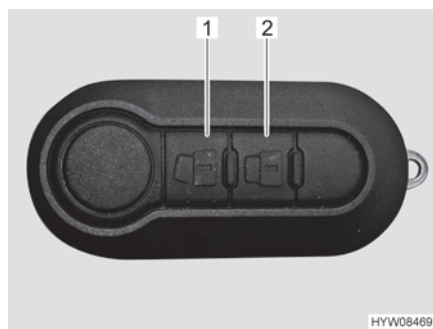

Fig. 32 Telecomando chiusura centralizzata (2 tasti)
- Premere una volta brevemente il tasto  (Fig. 32,1). Le serrature sono sbloccate.
- Premere una volta brevemente il tasto  (Fig. 32,2). Le serrature sono bloccate.